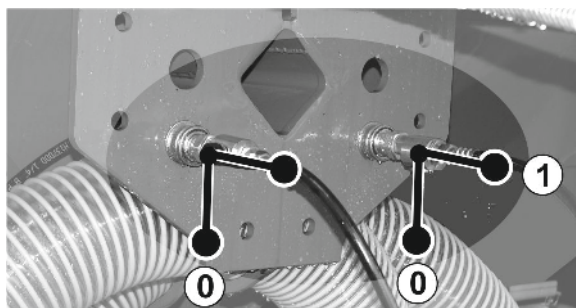

Рис. 104
4. Откройте оба запорных крана "Складывание выравнивателя" (Рис. 104/1).